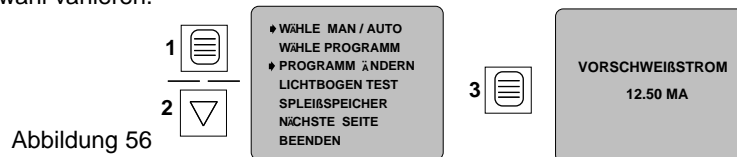

Abbildung 56
- a) Betätigen Sie die Programmtaste. Drücken Sie anschließend die Aufwärts- bzw. Abwärtstaste, bis sich der Cursor neben der Menüoption **PROGRAMM ÄNDERN** befindet. Betätigen Sie die Programmtaste erneut. Im Display erscheint jetzt eine ähnliche Anzeige wie in Bild 2 von Abbildung 56 – der angezeigte Strompegel kann je nach Programmauswahl variieren.